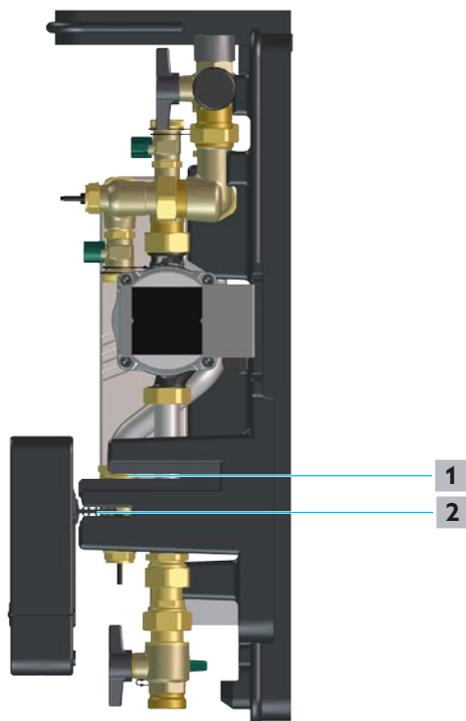

Fig. 21 - Posizione di montaggio
- 2 Ruotare la centralina e fissarla nella posizione di montaggio come da Fig. 21 a pagina 28.